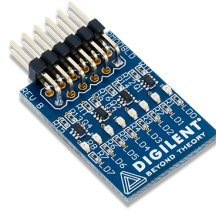

FIGURE 6 – LEDs PMod
- Deux cartes **LEDs PMod**, voir figure 6